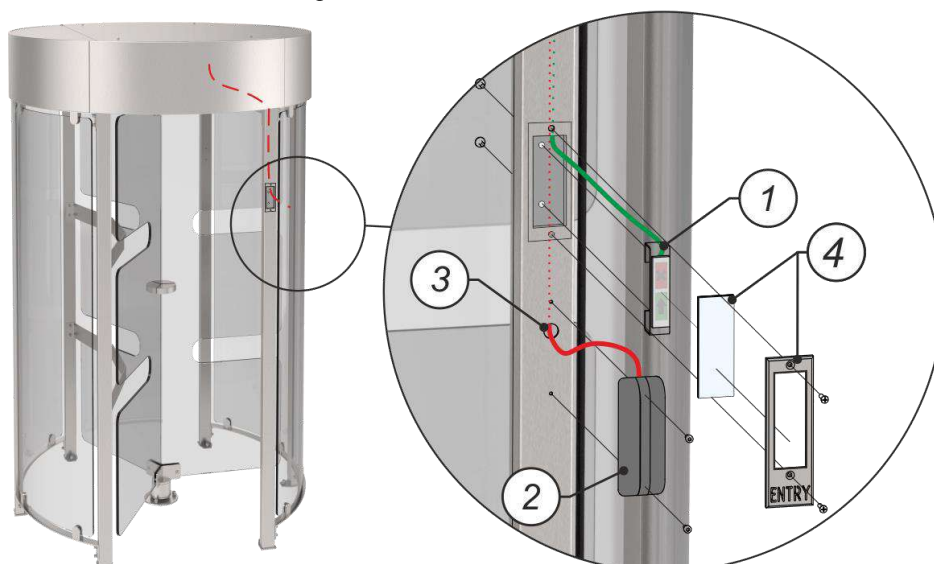

Рис.15 - Установка считывателя бесконтактных карт и табло индикации
- Сделайте отверстия 3 в торце стенки (см. рисунок 15) прохода (возле табло индикации), по размеру согласно выбранного заказчиком считывателя 2. Протяните кабель к контейнеру, закрепите считыватель на стойке и подключите;